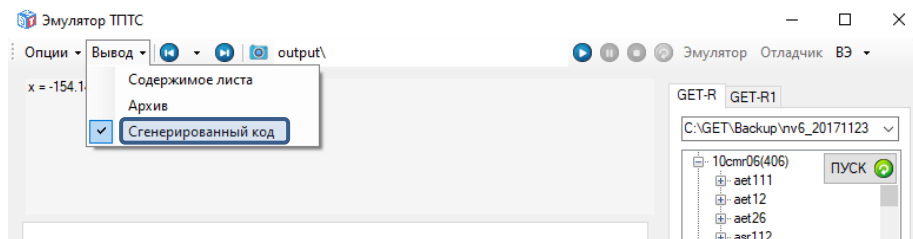

Рисунок 16 – Активация опции «Сгенерированный код»
7.4.7 Выбор одного из двух вариантов программного кода для последующей эмуляции и просмотра (копирования в буфер обмена) осуществляется с помощью опции «Сгенерированный код» в меню «Вывод» на панели инструментов (см. рисунок 16), однако эффективное действие данной опции произойдет только при следующем подключении к проекту АСУ ТП. Если опция выбрана, то при следующем подключении к проекту АСУ ТП нажатием кнопки «ПУСК» будет использован программный код, сгенерированный в САПР и предназначенный для последующей загрузки в ПТК, если не выбрана – будет использован программный код, считанный из ПТК.